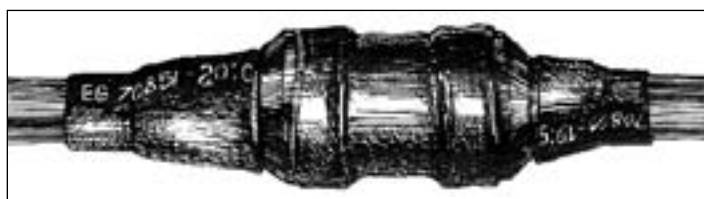

Рис. 4.21. - Смонтированная муфта МГНМс 40/66 (МГНМс 60/77).
**4.4.9.** На рис. 4.21 показана смонтированная газонепроницаемая муфта МГНМс 40/66 (МГНМс 60/77).